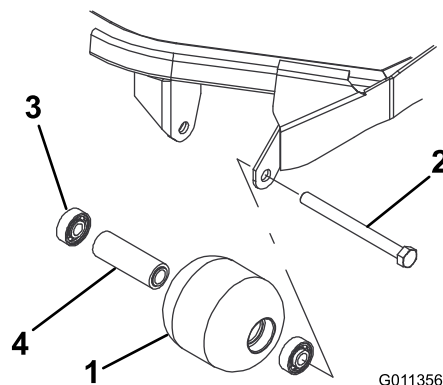

Figura 17
- Retire el perno de montaje del rodillo (Figura 17).
- Inspeccione el alojamiento del rodillo, los cojinetes, y el espaciador del cojinete (Figura 17) Sustituya
1. Introduzca a presión el primer cojinete en el alojamiento del rodillo (Figura 17). Haga presión solamente sobre el anillo de rodadura exterior, o de forma igual sobre el anillo exterior y el interior.
2. Introduzca el espaciador (Figura 17).
3. Introduzca a presión el segundo cojinete en el alojamiento del rodillo (Figura 17) haciendo presión igualmente sobre el anillo de rodadura interior y el exterior hasta que el anillo de rodadura interior entre en contacto con el espaciador.